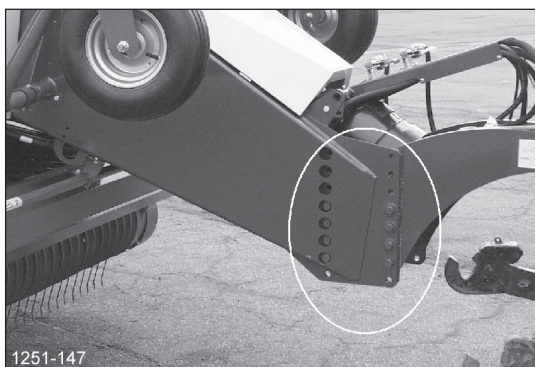

Рисунок 12
- ❑ При необходимости: измените положение дышла при помощи регулировки по высоте (Рисунок 12). Если машина присоединена к тягачу, то передняя часть тяговой проушины и горизонтальные поверхности защитного кожуха должны располагаться параллельно земле.